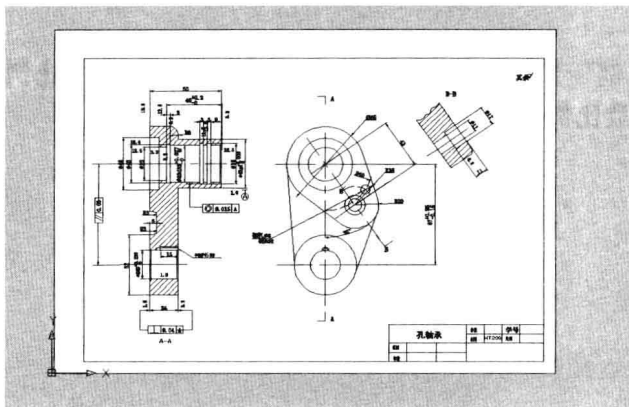

图 10-1-7
(10) 单击“窗口”按钮，在视图中会看到打印区域以视图背景颜色显示，而其他非打印区域，会以灰色显示，如图 10-1-7 所示。如果此时在视图中重新绘制一个矩形线框，线框内就是新的打印区域。新的打印区域设置完成之后，会重新打开对话框。